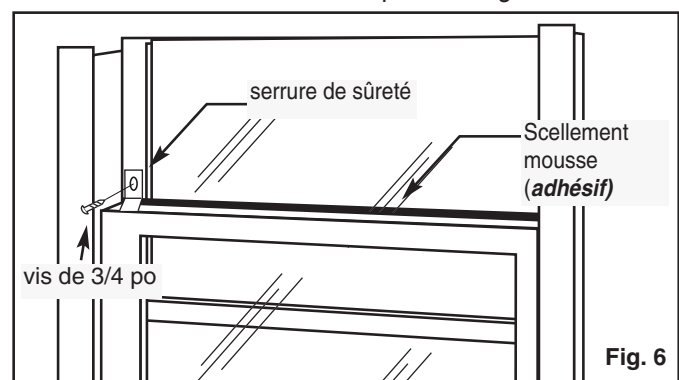

Fig. 6
- Coupez la bande mousse adhésif afin qu'elle s'ajuste adéquatement à l'ouverture entre le haut de l'intérieur et de l'extérieur de la fenêtre puis fixer le serrure de sûreté sur le cadre du fenêtre extérieur en utilisant une vis de 3/4 po. Voir Fig. 6.